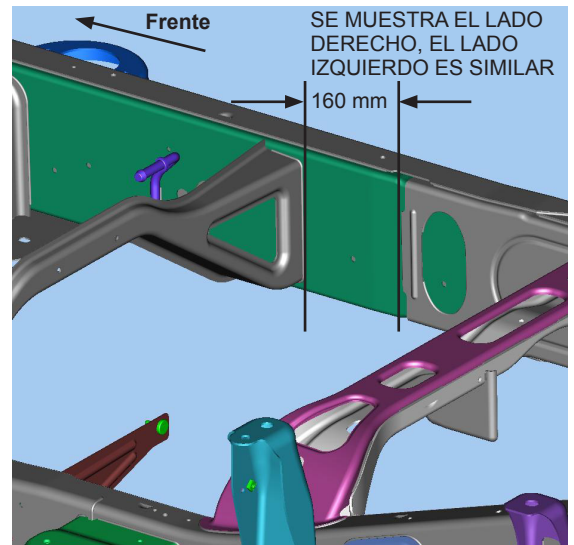

Figura 2
2. Localice el travesaño en los lados izquierdo y derecho, 160 mm al frente del sello de fábrica de la Sección del marco trasero como se muestra. Figura 2.